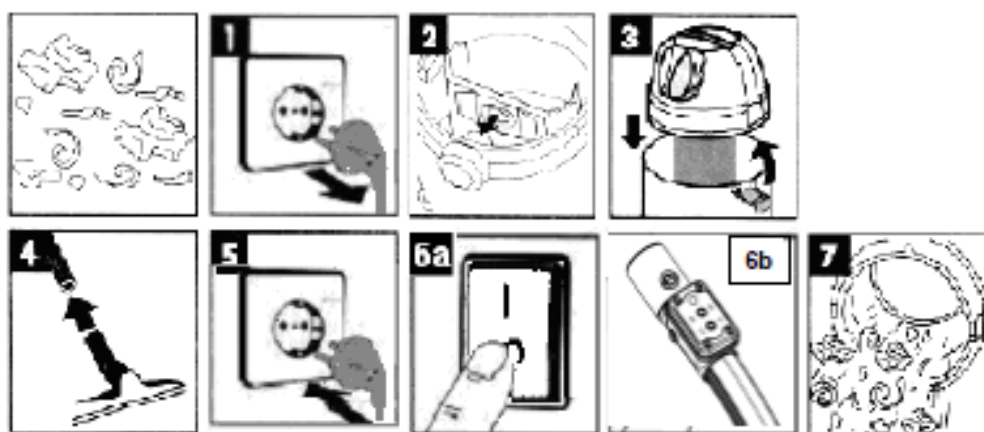

Рис.9
6.3. Сухая уборка пылесосом (Рис.9).
- Перед заменой фильтра, отключите пылесос от сети (п. 1 рис.9), затем снимите фильтр из вспененного полимера если он был установлен.
- Установите бумажный мешок для сбора пыли на гнездо (п. 2 рис.9) для сухой уборки пылесосом.
- Установите верхнюю часть пылесоса с двигателем на бак и закрепите её с помощью боковых зажимов (п.3 рис.9).
- Установите щётку для пола на конец соединительной трубы (п.4 рис.9)
- Вставьте вилку в розетку (п.5 рис.9) и включите основной выключатель переводя его в положение «I» (п.6а рис.9).
- Затем нажмите кнопку «**V**» на блоке дистанционного управления (п.6b рис.9), и устройство начнёт всасывать мусор.
- Следите за наполнением бака и своевременно его очищайте от собранного мусора и пыли (п.7 рис.9).